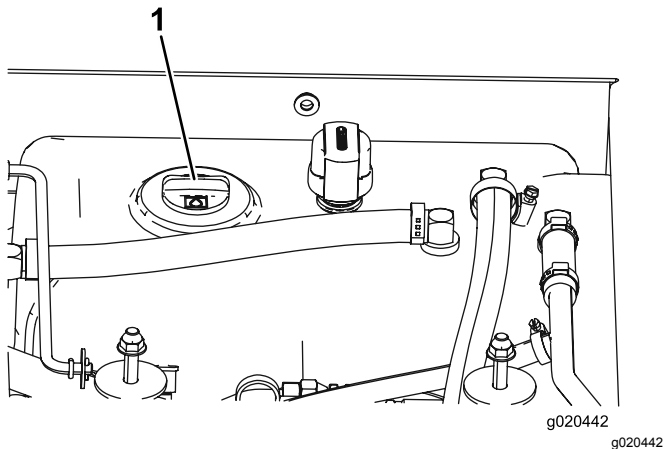

Figura 11
3. Limpe a zona em redor do tubo de enchimento e da tampa do depósito hidráulico (**Figura 11**). Retire a tampa do tubo de enchimento.